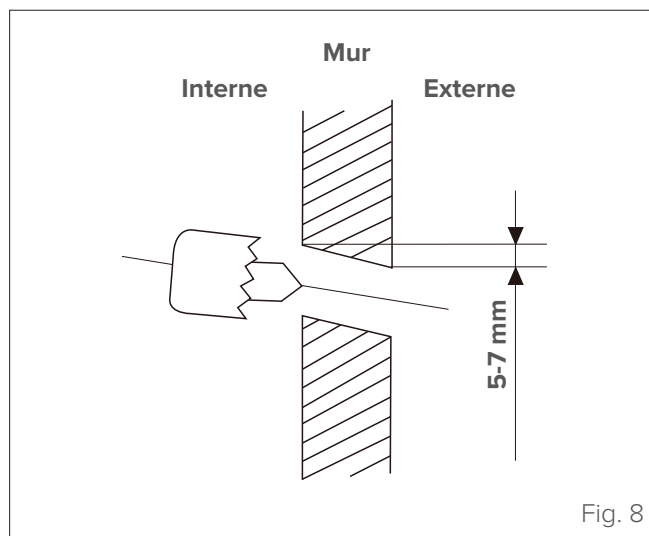

Fig. 8
- 1 Déterminer la position du trou en fonction de la position de la plaque de montage. Pour aider à choisir la position optimale, voir le point "Dimensions de la plaque de montage" ». Le trou dans le mur doit avoir un diamètre minimum de 65 mm (90 mm pour les modèles 70M) et une légère inclinaison vers le bas pour faciliter le drainage (voir "Fig. 8" »).